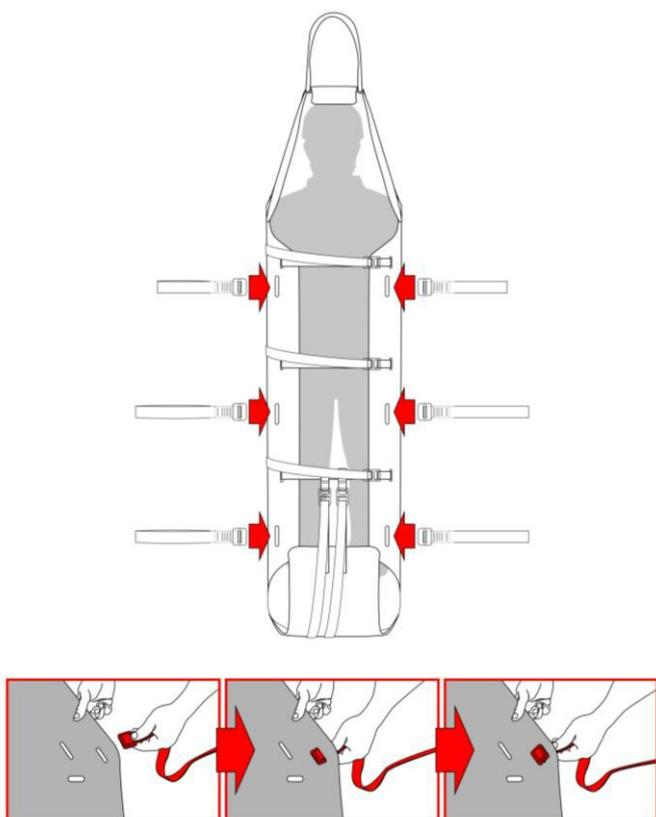

Рис. 13
- a) ручная транспортировка: вставьте боковые ручки (F) в прорези A5 опорной поверхности (рис. 13) -